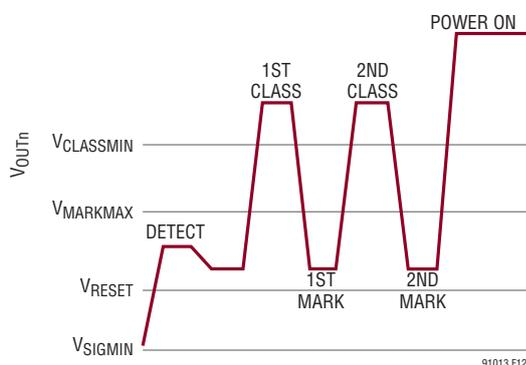

図 12. タイプ 2 PSE (2 イベント・クラス・シーケンス)
25.5W を要求するタイプ 2 PD は、すべてのクラス・イベント時にクラス・シグネチャ 4 を示します。供給可能電力が 25.5W のタイプ 2 PSE は、図 12 に示すように、最初のクラス・イベント時にクラス・シグネチャ 4 を認識すると、PD に V_{MARK} (代表値 9V) を供給し、少し間を置いてから 2 番目のクラス・イベントを発行します。2 番目のクラス・イベントは、PSE が 25.5W を割り当てたことを PD に知らせます。